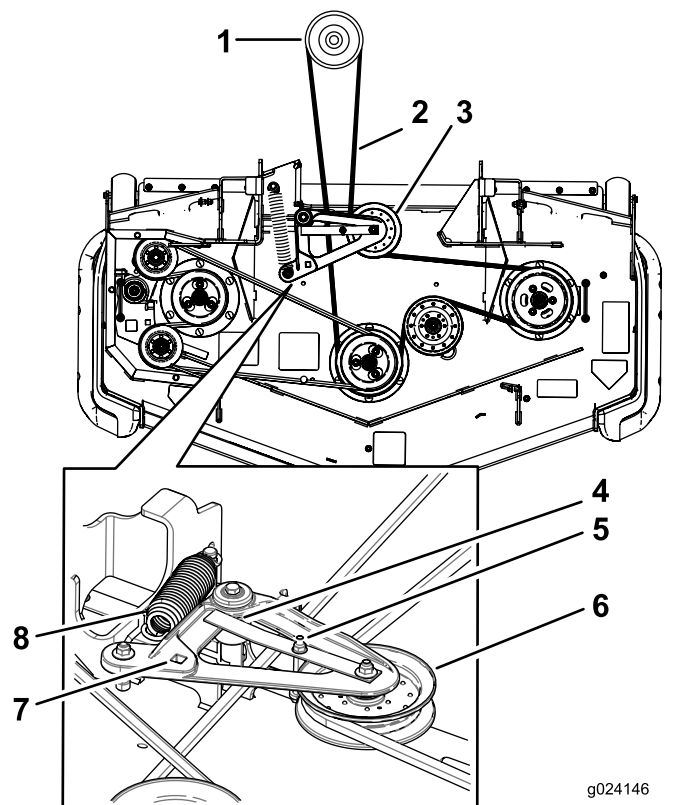

Figura 91
6. Inserite un cricchetto nel foro quadrato del braccio di rinvio per allentare la molla del tenditore (Figura 91).
8. Montate la nuova cinghia attorno alle pulegge del tosaerba e alla puleggia della frizione, sotto il motore (Figura 91).
9. Ruotate e accertatevi che l'aletta guidacinghia sia a contatto con il mozzo del perno (Figura 91).
10. Utilizzate un cricchetto nel foro quadrato per installare la cinghia attorno alla puleggia tendicinghia a molla (Figura 91). Inserite le estremità della molla nelle scanalature di ancoraggio.